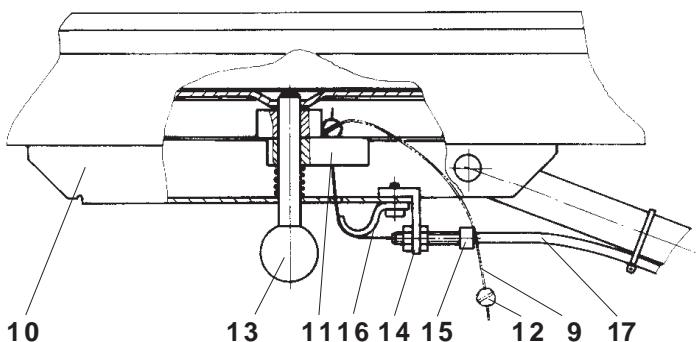
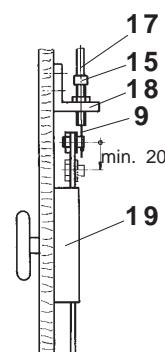

Fig. 6
Fig. 7
### Déverrouillage manuel ENTRA Fig. 6 et Fig. 7
- Enfiler le câble (9) à travers le trou dans le coulisseau (10) et dans la pièce de guidage (11). Saisir l'extrémité du câble et monter le raccord fileté (12).
- Retirer le câble (9) jusqu'à ce que le bouton rouge (13) bouge.
- Monter l'équerre (14) avec la vis (15) et le guidage du câble (16).
- Tirer le câble (9) vers la serrure de la porte, à travers la vis (15) et la gaine du câble Bowden (17), en passant par la tringle.
- Visser l'équerre (18) de guidage sur la porte.
- Raccorder le câble (9) à la serrure de porte (19) selon Fig. 7 et tendre le câble.
- Débrayer la porte au coulisseau (10) en tirant le bouton rouge (13), Fig 6. Ouvrir et refermer la porte à la main. Elle doit se déplacer aisément, sans rencontrer des obstacles.